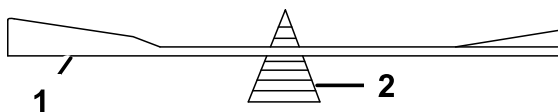

Figure 76
2. Vérifiez l'équilibre de la lame en la plaçant sur un équilibreur (Figure 76).
**Remarque:** Si la lame est déséquilibrée, limez un peu l'extrémité de l'ailette seulement (Figure 76).